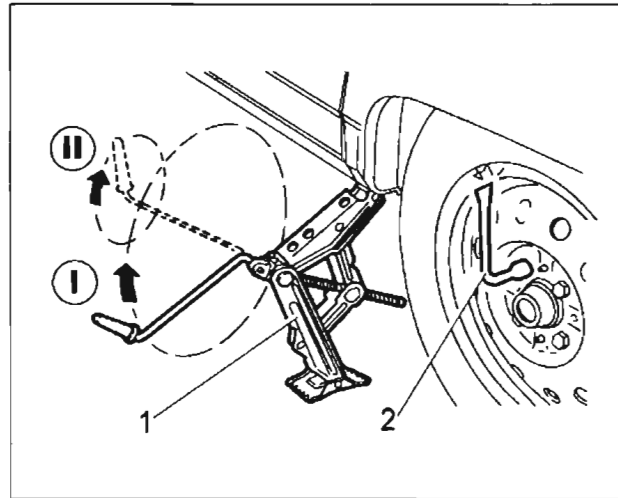

Рис. 34. Подъем автомобиля
- ослабьте на один оборот комбинированным ключом 2 (рис. 34) болты крепления заменяемого колеса;